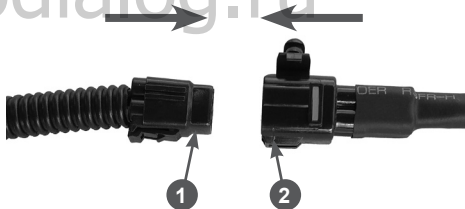

Рис. 20. Подключение электрооборудования панели
13. Соедините разъёмы цепи питания фары и обогрева рукояток (Рис. 20).